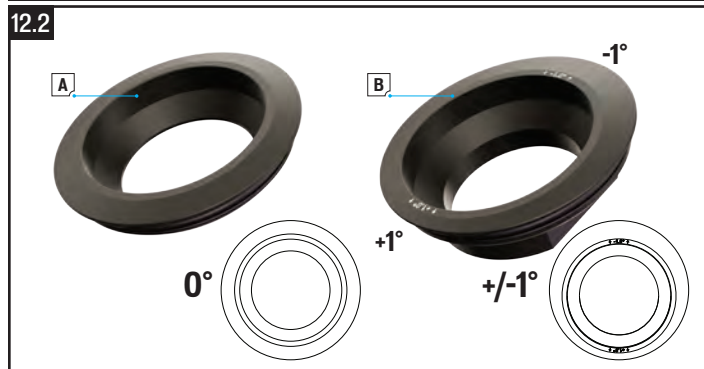

Fig. 12.2
- Draai de bouten van de stuurpen los die het aan de stuurbuis van de vork vasthouden (A).
- Draai de bovenste lagerschaalbout (B) los en verwijder het.
- Verwijder de stuurpen (C) van de stuurbuis van de vork (D) en verwijder de vork van het frame (E).
- Kies de gewenste balhoofd lagerschaal en positie (Fig.12.2) voor de gewenste geometrie van de fietser.